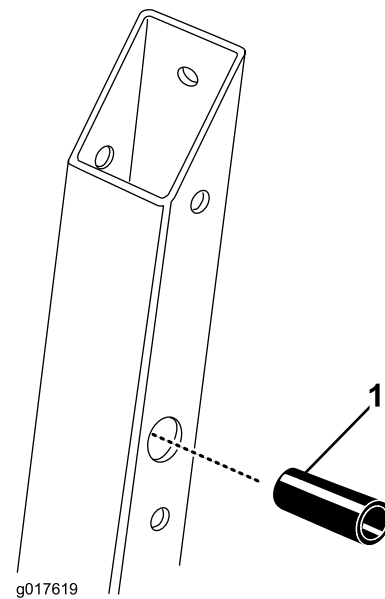

Figura 3
1. Introduzca el espaciador cilíndrico en los taladros de giro de ambos soportes de la barra antivuelco (Figura 3).